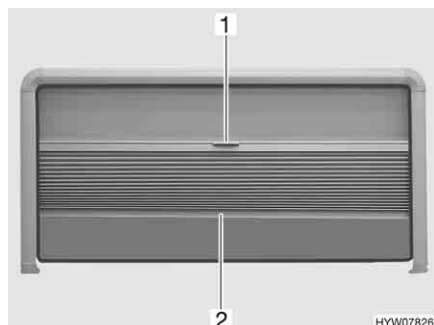

Fig. 72 Finestra apribile
- Afferrare la tendina oscurante pieghevole al centro dell'asta di chiusura (Fig. 72,2) e tirare delicatamente verso il basso.
- Tenere la parte centrale dell'asta di chiusura (Fig. 72,2) della tendina oscurante pieghevole e spingere quest'ultima verso l'alto con cautela.
- Tirare la protezione contro gli insetti (Fig. 72,1) verso il basso utilizzando la maniglia.
- Riconduurre lentamente verso l'alto la protezione contro gli insetti sull'asta di chiusura della tendina oscurante pieghevole (Fig. 72,2).